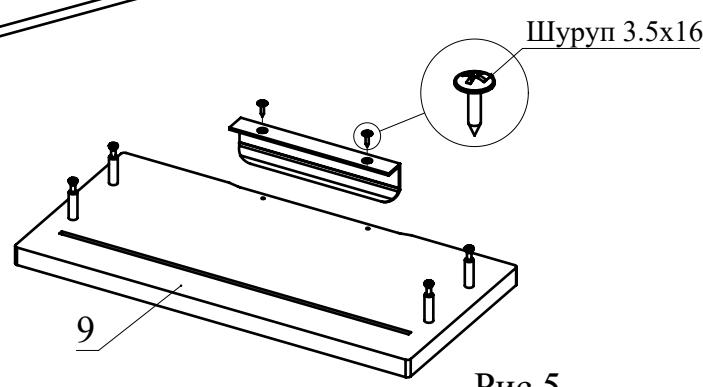

Рис.5
- С помощью шурупов 3,5x16 закрепите ручки на деталях 9 (4 шт.) (Рис. 5).